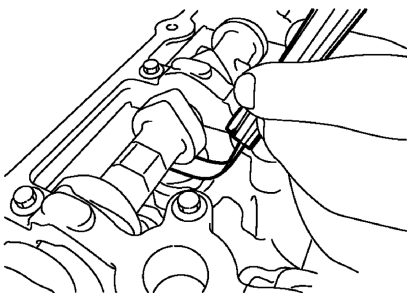

图 3-83 测量气门挺柱与凸轮轴间的间隙
- ② 使用塞尺测量气门挺柱和凸轮轴之间的间隙，如图 3-83 所示。